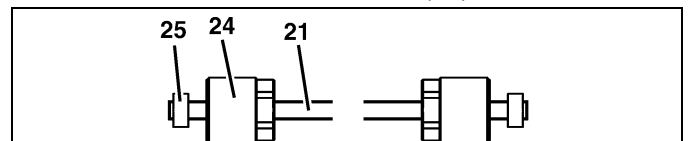

Bild 15: Entnahmerohr
4. Überwurfmutter (24) und Dichtringe (25) von beiden Seiten auf Entnahmerohr (21) schieben, siehe Bild 15, Seite 7.